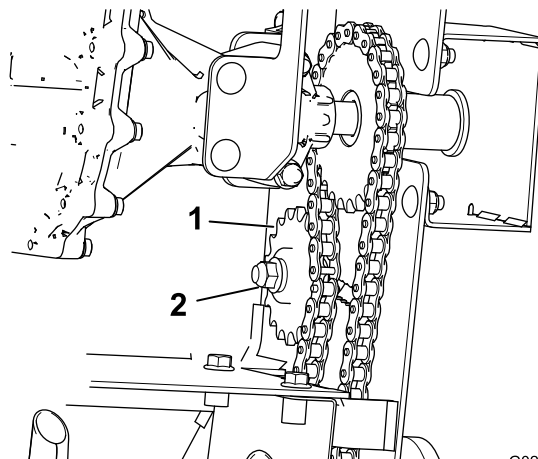

Рисунок 28
- A. Ослабьте гайку крепления натяжной звездочки цепи, которую вы натягиваете (Рисунок 28).